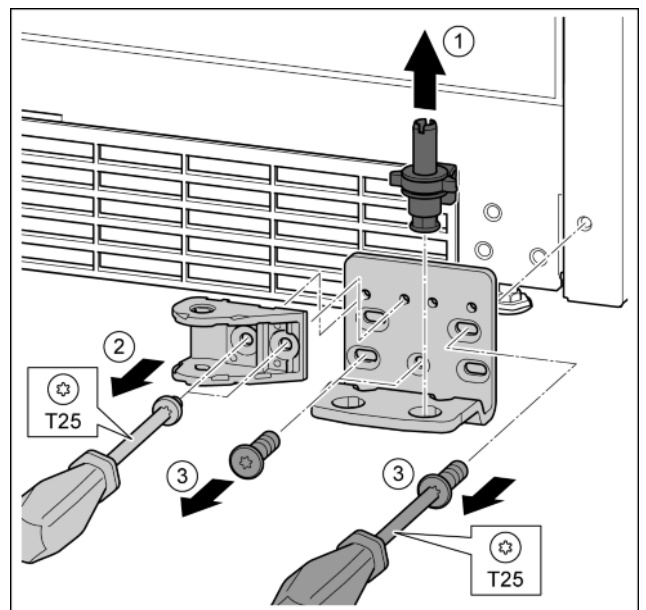

Fig. 30
- ▶ Estrarre il perno di supporto completo verso l'alto. Fig. 30 (1)
- ▶ Con il cacciavite T25 svitare le viti e togliere il collegamento dell'ammortizzatore di chiusura. Fig. 30 (2)
- ▶ Con il cacciavite T25 svitare le viti e asportare il blocco di supporto Fig. 30 (3)